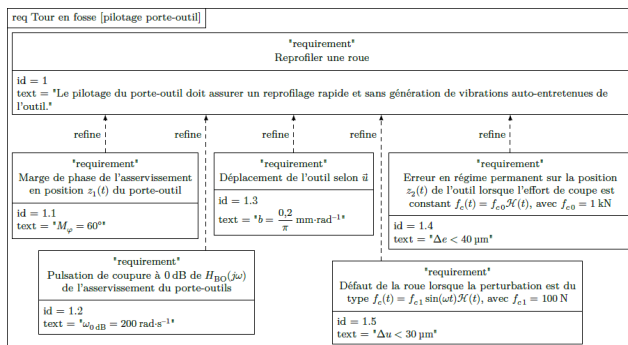

FIGURE 1 – Diagramme des exigences de la chaîne d'asservissement
**Question 6** Justifier qu'une correction proportionnelle ne permet pas de respecter l'ensemble des critères du diagramme des exigences de la Figure 1.